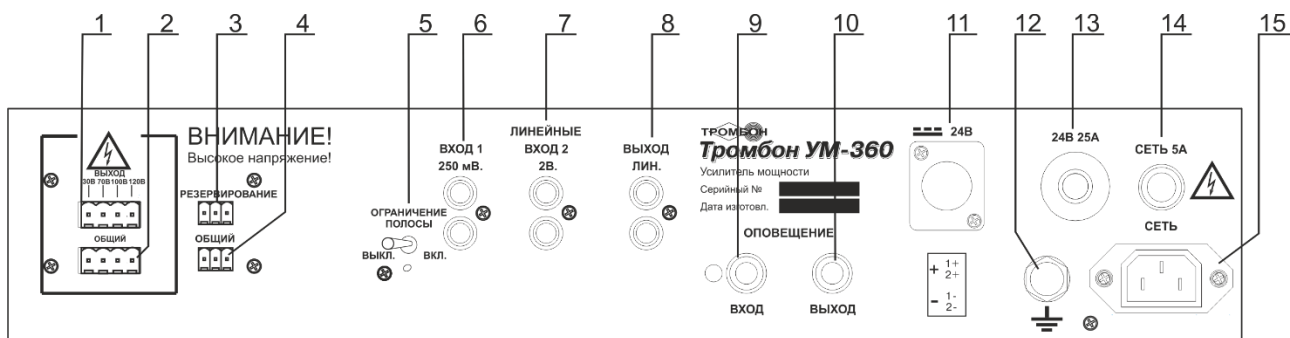

Рисунок 2 – Эскиз задней панели Усилителя
Для резервирования усилителей задействуются разъемы «РЕЗЕРВИРОВАНИЕ» и «ОБЩИЙ» (рисунок 2, поз.3 и поз.4). При резервировании усилителей разъем «РЕЗЕРВИРОВАНИЕ» – входной, разъем «ОБЩИЙ» – выходной. Включаются усилители по этим разъемам последовательно друг за другом. Выходные разъемы основного и резервного усилителей «30 70 100 120V» и «ОБЩИЙ» (рисунок 2, поз. 1 и поз.2) включаются параллельно. По входам «ОПОВЕЩЕНИЕ» (рисунок 2, поз.9 и поз.10) усилители подключаются последовательно друг за другом. Схема подключения усилителей при резервировании представлена в Приложении на рисунке 5.
8. Выключатель ограничения полосы усилителя (рисунок 2, поз. 5) должен быть включён при работе усилителя на рупорные громкоговорители. Это вызвано тем, что наиболее эффективно рупорные громкоговорители имеют наибольшую отдачу в полосе частот от 300 до 3500 Гц. (при подаче на рупорный громкоговоритель широкополосного сигнала от 100 до 20000 Гц его звуковое давление падает на от 30 до 50% от его паспортного значения).